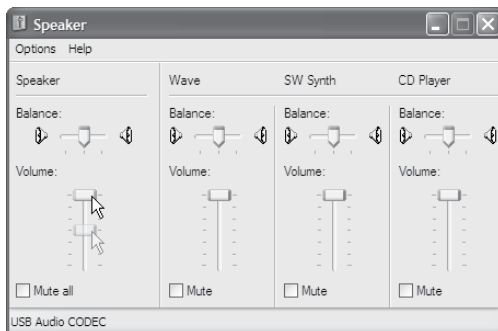

Figure 7
6. Le volume se règle en faisant glisser le curseur du Volume (figure 7).